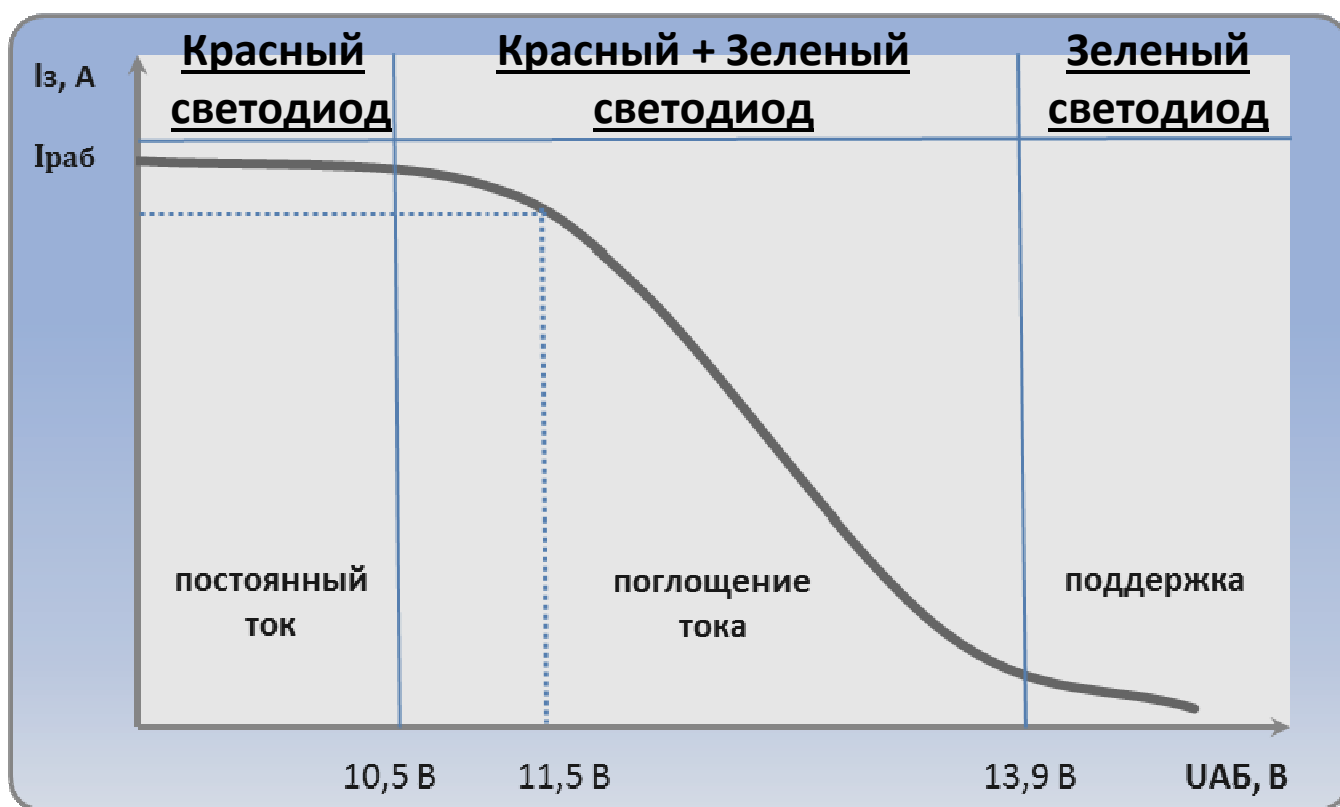

Рис.2. График работы зарядного устройства.
- 9.7. Примерный график заряда аккумуляторных батарей данным типом зарядного устройства приведен на рис. 2.
- **“Зеленый светодиод”** сигнализирует о том что зарядное находится в состоянии завершения фазы поглощения тока (см. Рис. 2) и переходит в фазу поддержки заряда аккумуляторной батареи. Т.е фактически завершает процедуру заряда аккумуляторной батареи.